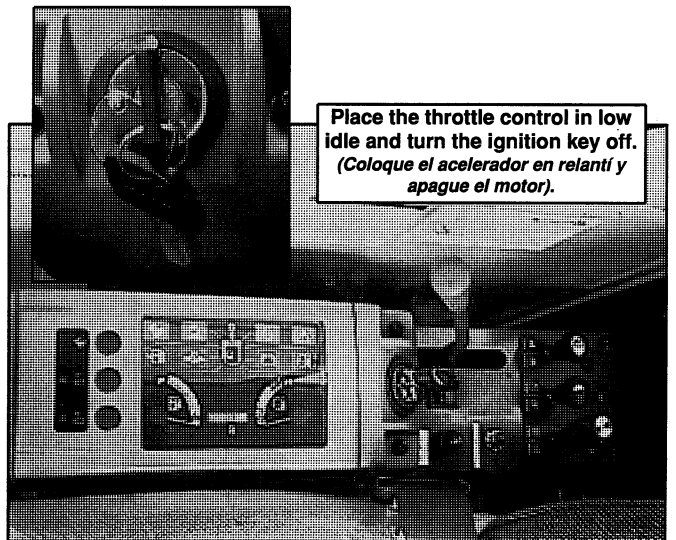

FIG. 3B
1. Place the throttle control in low idle and turn the ignition key off, see Fig. 3B.
(*Coloque el acelerador en relantí y apague el motor. Ver Fig. 3B*).